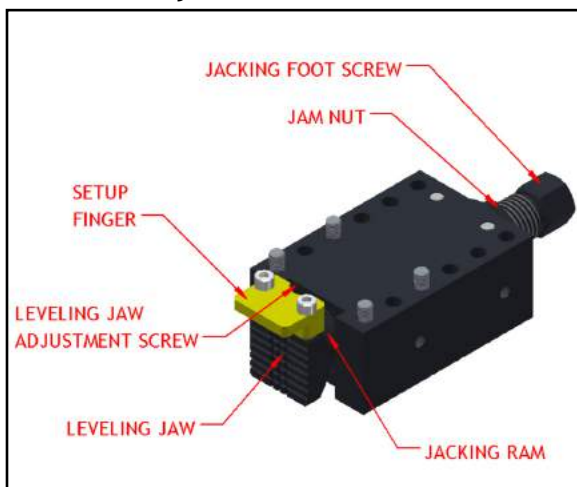

ABBILDUNG 3-6. KOMPONENTEN DES JUSTIERFUSSES
- Nehmen Sie eine Grobeinstellung der Justierfüße vor (siehe ein Fuß in Abbildung 3-6), indem Sie die Einstellschraube am Fuß ungefähr 1/8" (3 mm) weiter als den Außendurchmesser des Flansches justieren.